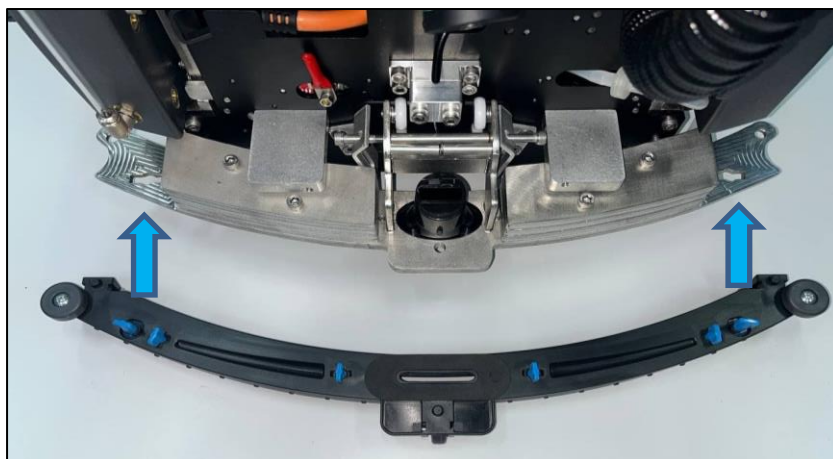

Fig. 10
1. Alignez les deux fixations extérieures de la cartouche avec les trous du support de la raclette (Fig. 10).